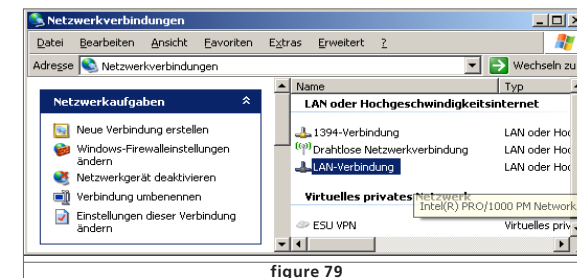

figure 79
- Une fenêtre similaire à celle de la figure 79 doit s'ouvrir.